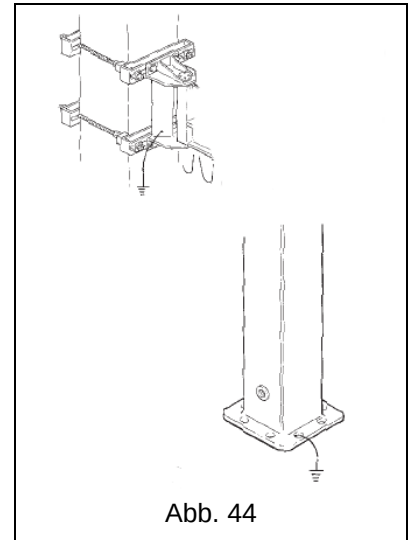

Abb. 44
- Die Erdungsanlage an den vorgesehenen Hebepunkten mit dem Kranaufbau verbinden (Abb. 44).